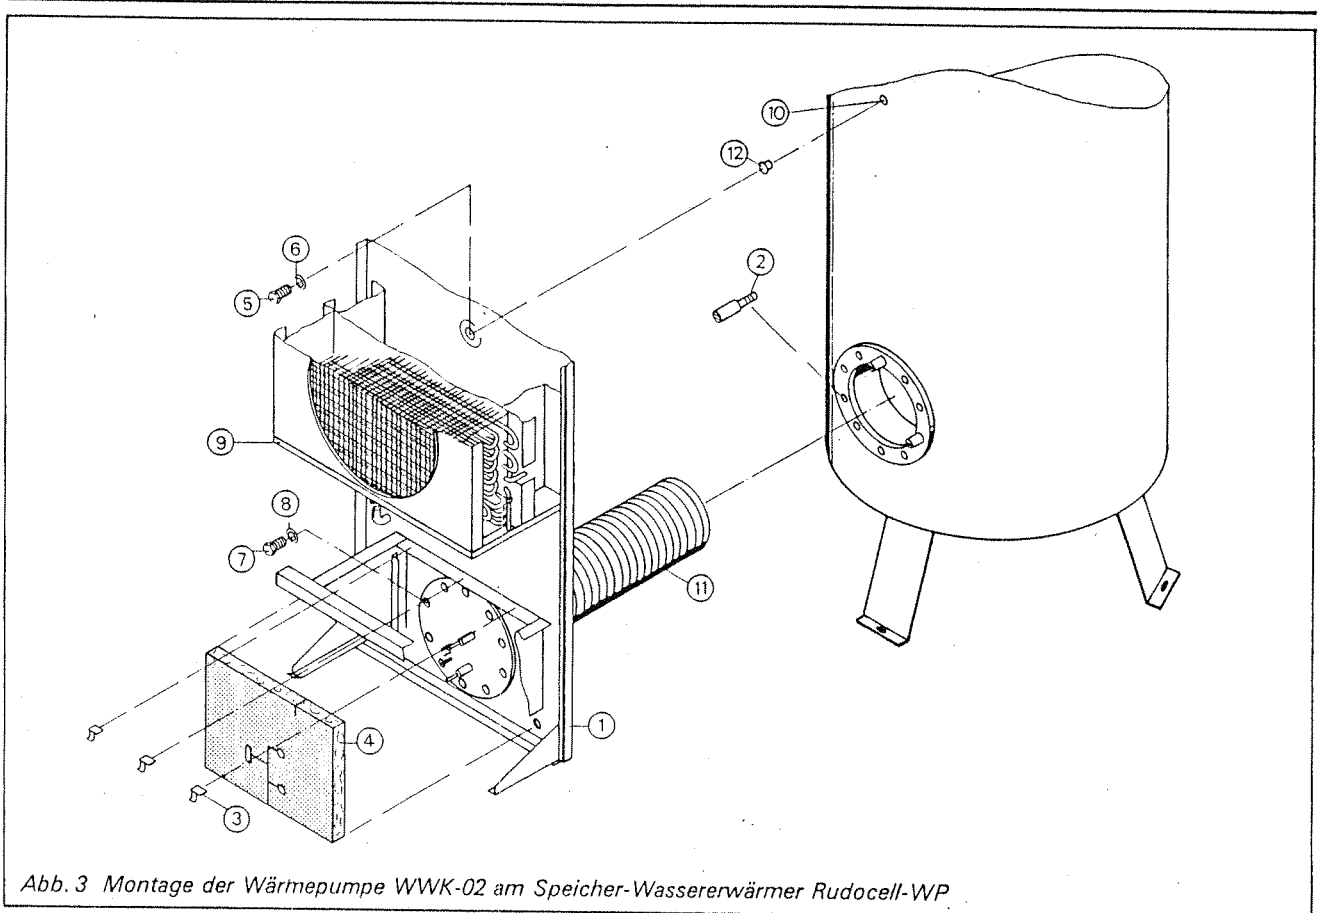

Abb. 3 Montage der Wärmepumpe WWK-02 am Speicher-Wassererwärmer Rudocell-WP
3. Wärmepumpe WWK-02 ① (Abb. 3) aus der Verpackung nehmen.
5. Die im Beipack (unter der Verkleidungshaube der Wärmepumpe WWK-02) befindlichen Montagebolzen (2), $\varnothing 13 \times 60$ mm lang (3 Stück), entsprechend Abb. 3 in den Flansch des Rudocell-WP einschrauben, Dichtfläche auf Sauberkeit prüfen und falls erforderlich mit einem weichen, fusselreifen Lappen abwischen.
6. Blindstopfen (12) aus der Gewindebuchse (10) entfernen.
7. Halteklammern (3) (3 Stück) und Wärmedämmmatte (4) unterhalb der Konsole vom Flansch abnehmen.
9. Wärmepumpe WWK-02 entsprechend Abb. 3 an den Rudocell-WP anbauen und durch Eindrehen der Schraube (5) M8 \times 15 mit Unterlegscheibe (6) (im Beipack) am Rudocell-WP befestigen.
10. Flanschschrauben (7) M12 \times 30 mit Unterleg-
scheiben (8) (im Beipack) entsprechend Abb. 3 einschrauben.
11. Montagebolzen (2) entfernen und, wie vorstehend beschrieben, Schrauben mit Unterlegscheiben eindrehen. Montagebolzen für evtl. Wartungsarbeiten aufheben.